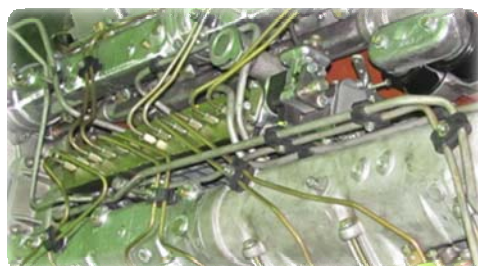

Рис. 6.54
9. Установить трубки согласно секциям насоса и цилиндров двигателя (рис. 6.54):